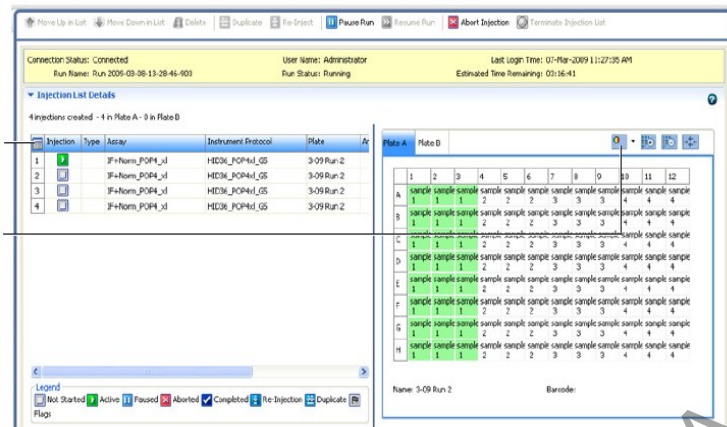

Figura 38. Pantalla de monitoreo de corrida electroforética.
**7.16.7** Cuando la corrida da inicio, se despliega automáticamente la pantalla de monitoreo de corrida (ver figura 38).